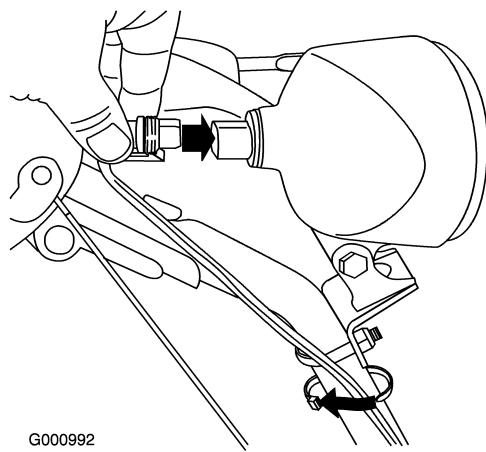

Figure 62
6. Branchez le connecteur directement à l'arrière du phare, et enclenchez-le en position (Figure 62).